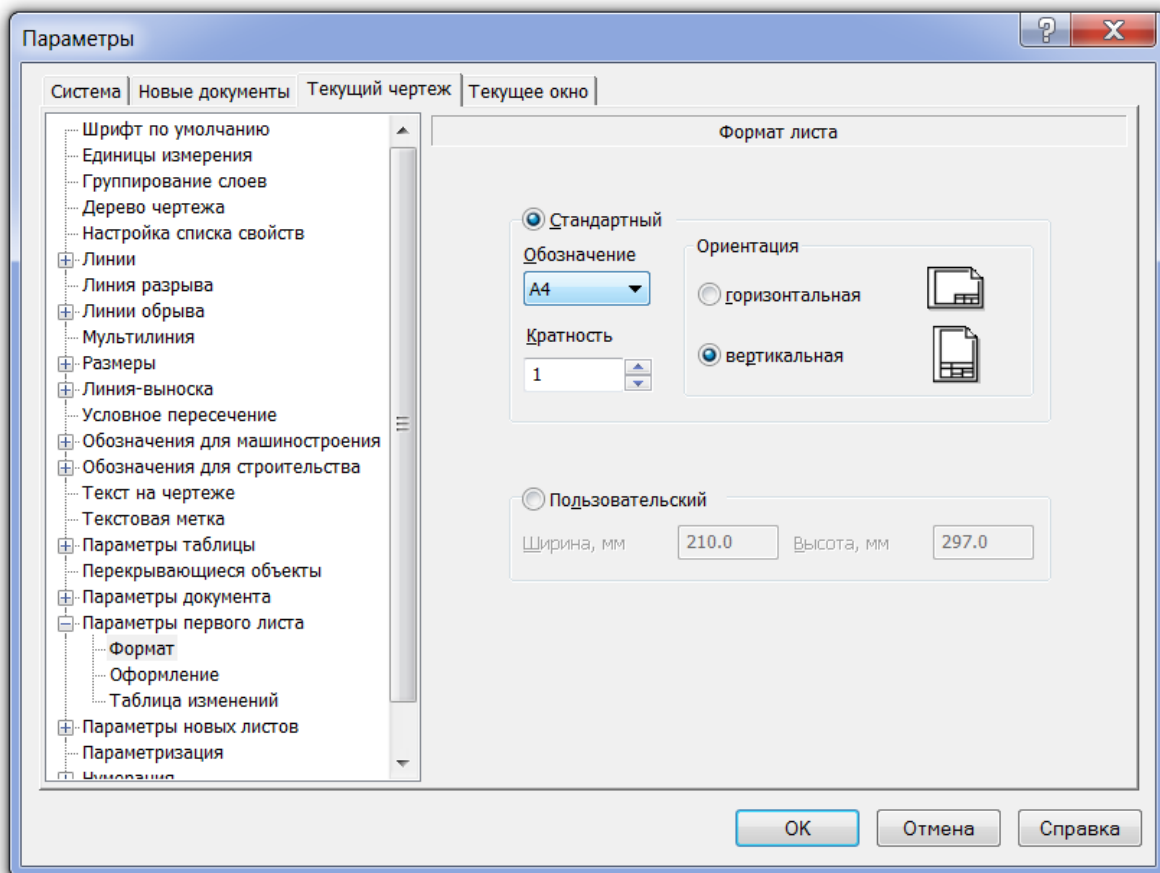

Рис. 1. Настройка параметров текущего листа
3. В меню **Сервис**  **Параметры**  **Параметры** первого листа  **Формат**. Выберите: обозначение формата – А4, ориентация – вертикальная (рис. 1).